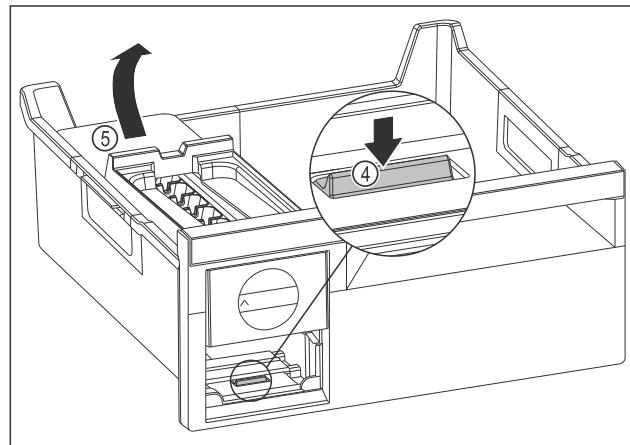

Fig. 91
- Извлеките корпус EasyTwist-Ice: Надавите пальцем вниз на накладку Fig. 91 (4) и одновременно другой рукой поднимите корпус EasyTwist-Ice Fig. 91 (5) сзади.